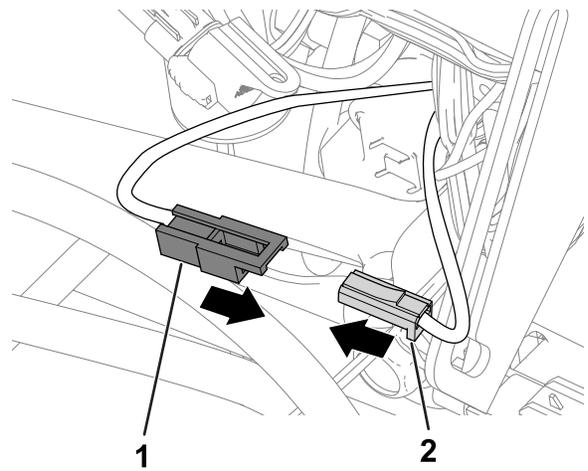

Figura 8
3. Instale o circuito de alimentação ligando os conectores do bloco de fusíveis da máquina e o bloco de fusíveis do kit (Figura 8).